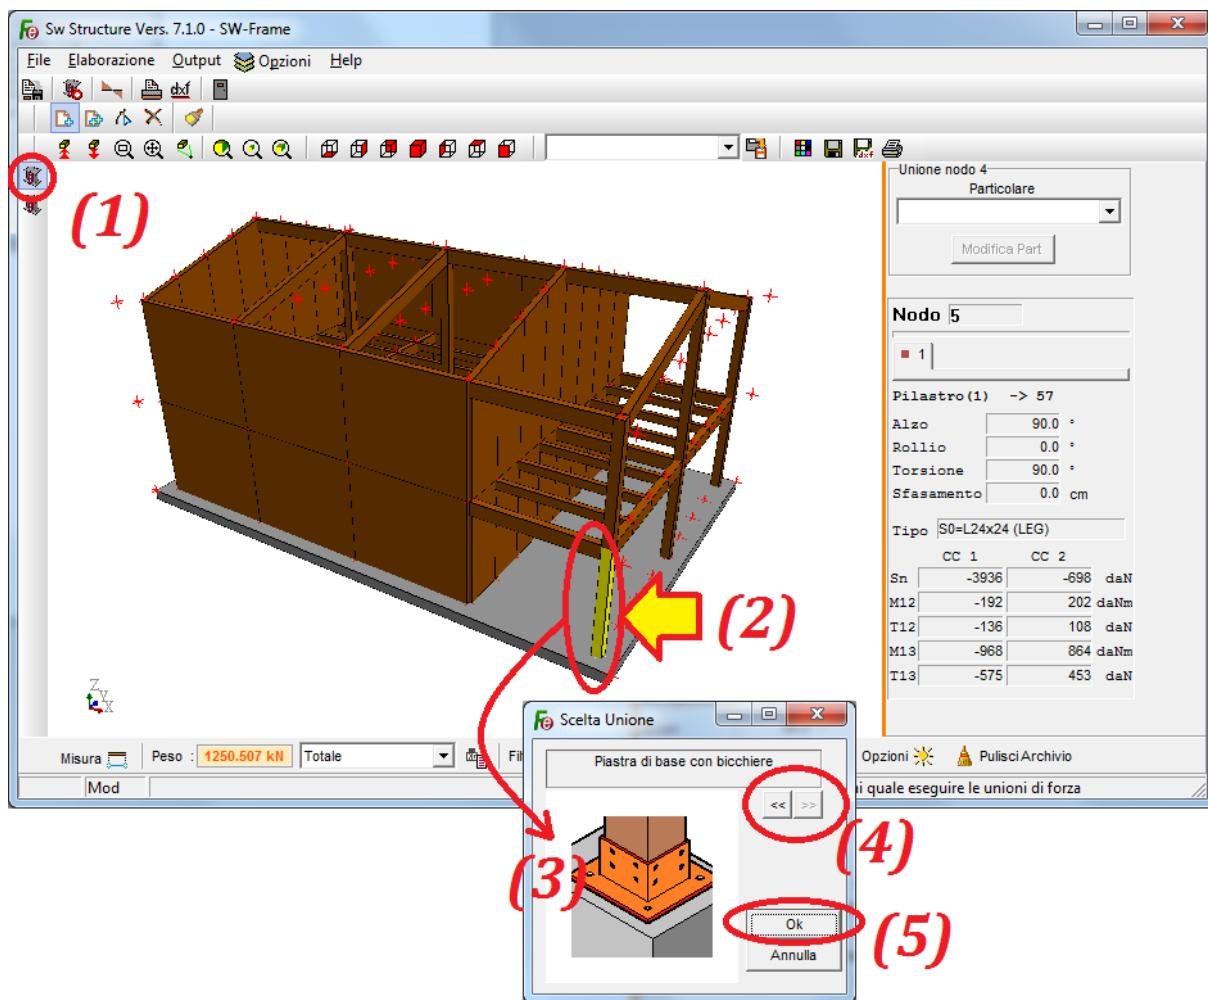

Figura 56
Per procedere con la progettazione di una connessione, con riferimento alla figura 56, cliccare sul tasto “*UdF*” (1) e spostare il cursore (2) sul nodo in prossimità del piede della colonna evidenziata in figura. Con la colonna evidenziata cliccare sul tasto sinistro del mouse per visualizzare la finestra contestuale di “*Scelta Unione*” (3).